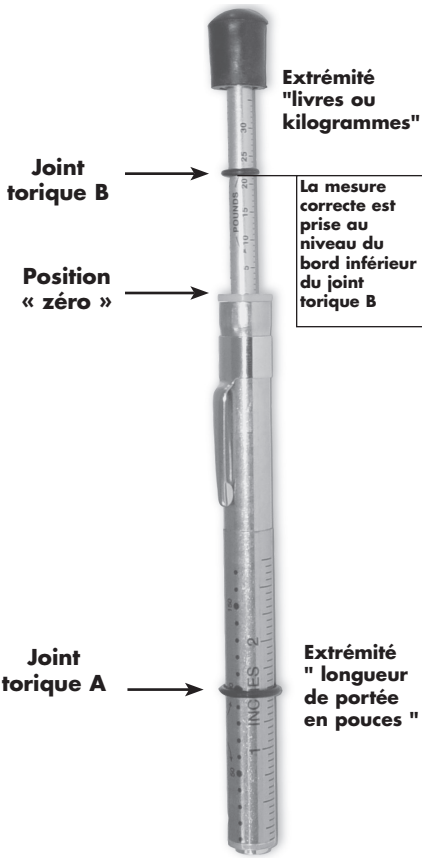

Figure 1
**IMPORTANT :** La mesure correcte est prise au niveau du bord inférieur du joint torique B (figure 1).